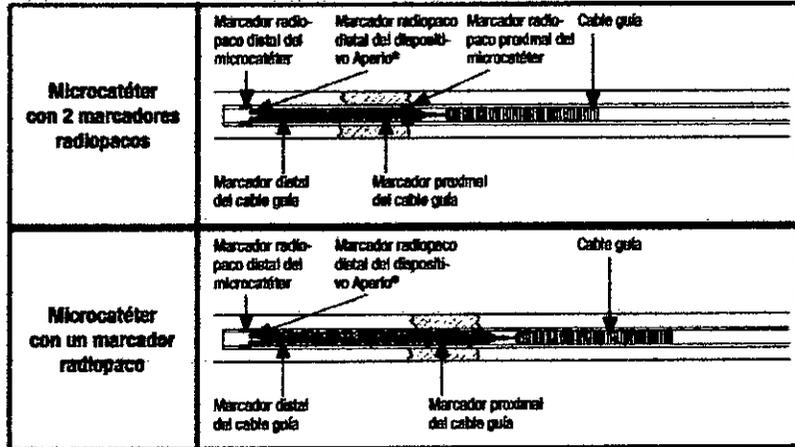

Figura 1. Dispositivo en la posición recomendada antes de desplegarlo
- Inicie la fluoroscopia como muy tarde cuando el marcado fluoroscópico proximal del cable guía alcance la VHR (véase la figura 1).